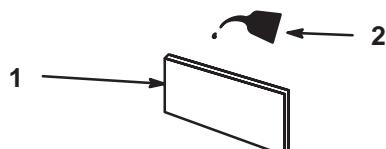

Figure 20
- C. Imbibez l'élément d'huile moteur fraîche. (Fig. 20). puis pressez l'élément pour éliminer l'excédent d'huile.